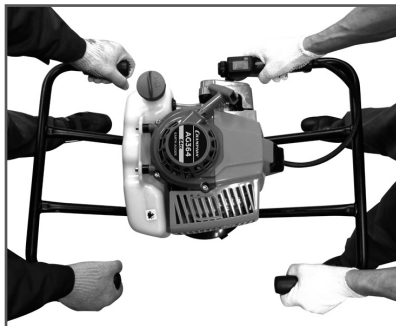

Рис.12 Положение рук при работе вдвоем
8. Бурение скважин диаметром более 150 мм или глубиной более 1 м рекомендуется проводить вдвоем, силами оператора и помощника. Оператор направляет мотобур (Рис.12), удерживая его за ручку с рычагом газа и раму. Помощник помогает ему и направляет мотобур, удерживая его за другую рукоятку и раму, находясь с противоположной стороны.